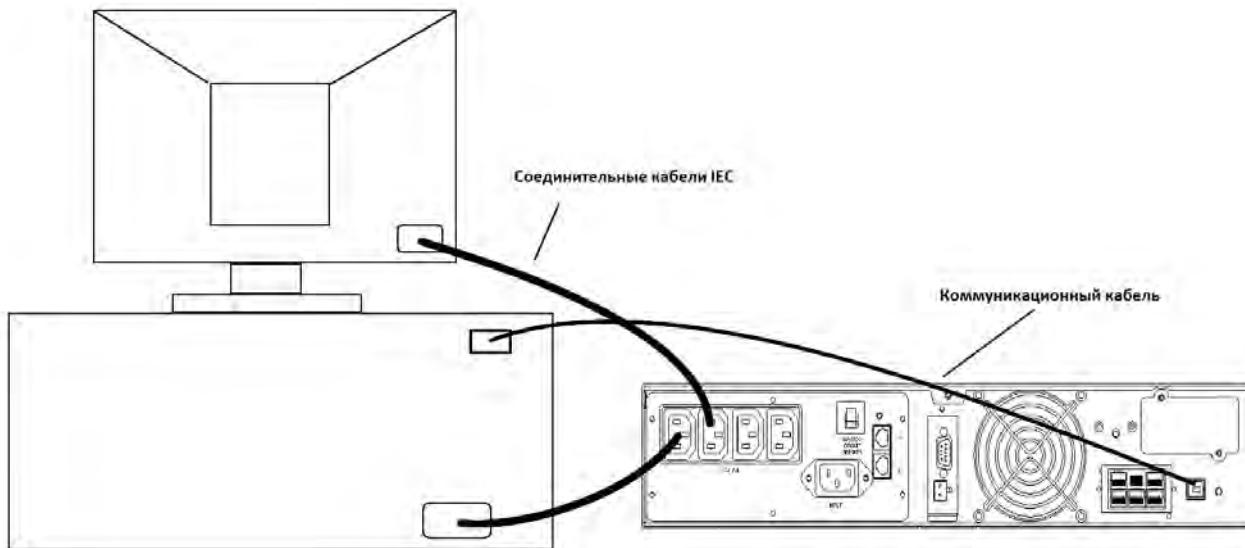

Рис. 3. Пример подключения устройств Plug&Play
- По завершении зарядки подключите оборудование к ИБП, см. пример на Рис. 3.